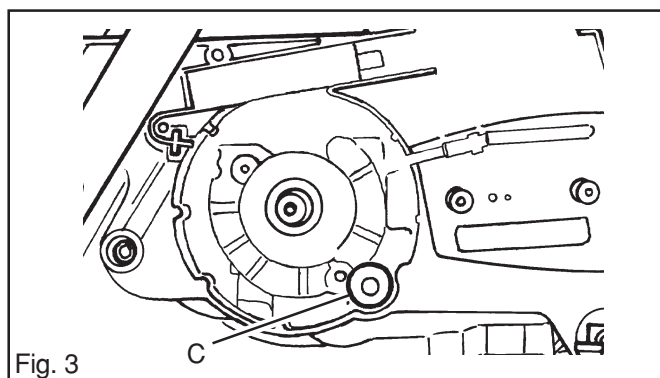

Fig. 3
6. Utilisez une pince demi-ronde pour retirer le tuyau d'aspiration (C) avec le filtre. Voir la fig. 3.
1. Monter le tuyau d'aspiration (C) dans le trou du carter moteur. Voir la fig 3 p. 28.
- Unité de pompage, C dans la fig. 3.